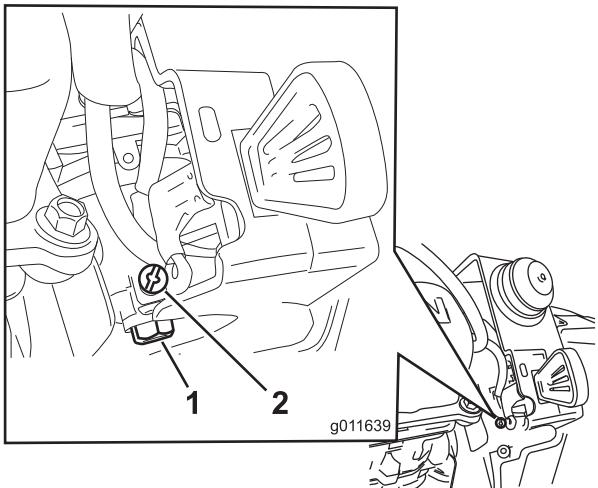

Bild 31
- A. Lockern Sie die kleine Schraube an der Seite der Vergaskraftstoffglocke (entfernen Sie die Schraube nicht) (Bild 31), bis der Kraftstoff aus dem Vergaser läuft. Lassen Sie den Kraftstoff in einen vorschriftsmäßigen Benzinkanister ablaufen.